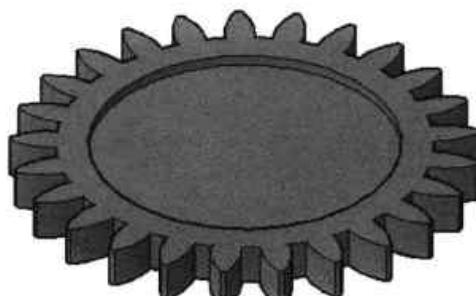

图12-52 执行差集命令
**Step15** 执行“差集”命令，将绘制的圆柱从齿轮模型中减去，将视图样式切换至概念模式，结果如图 12-52 所示。